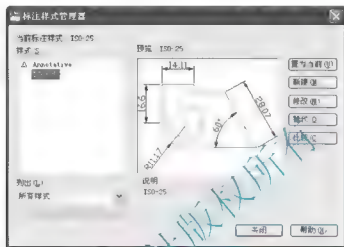

图 3.19 【标注样式管理器】对话框
(1) 选择菜单栏中的【格式】|【标注样式】命令，或菜单栏中的【标注】|【标注样式】命令，打开【标注样式管理器】对话框。在 AutoCAD 默认状态下，有注释性的【Annotative】和【ISO-25】两种样式，选中【ISO-25】，如图 3.19 所示。